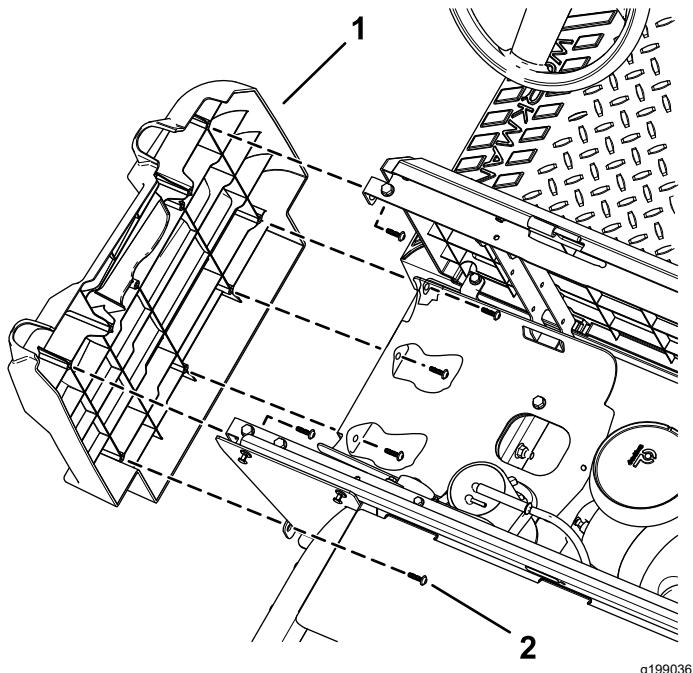

Figura 9
4. Rimuovete le 6 viti a testa Torx (M6,0 x 22 mm) che fissano il pannello sinistro e rimuovete il pannello (Figura 9).